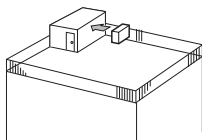

Fig. 2-3
- ① Posizionare la bocca di uscita dell'aria verso la parete più vicina, mantenendola a circa 35 cm di distanza dalla parete. (Fig. 2-3)